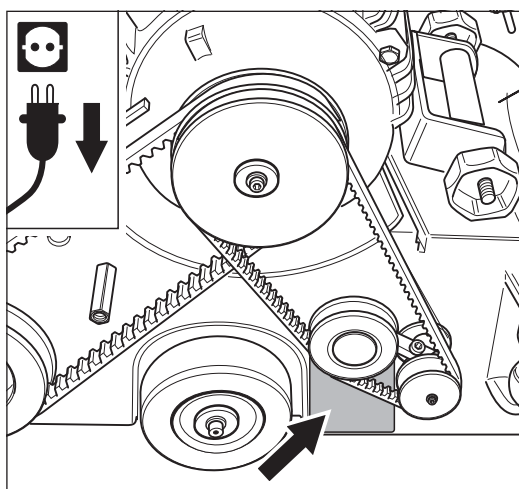
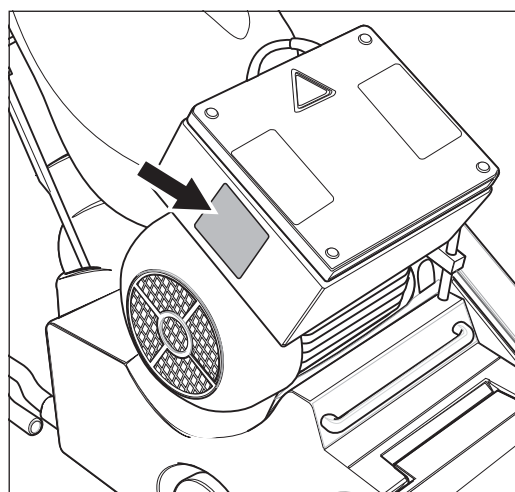
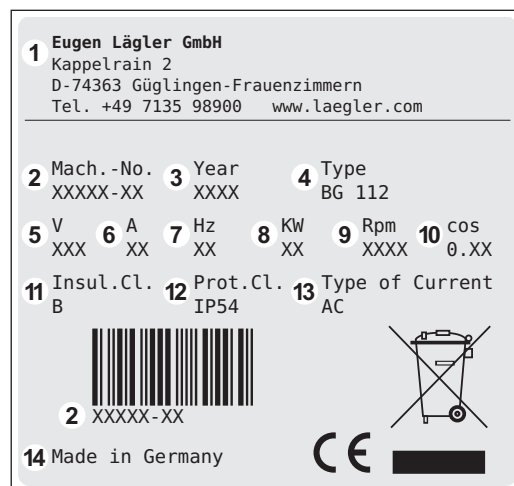

Abb. 3 Maschinen-Typenschild am Maschinengehäuse unterhalb des Keilriemenspanners.
Abb. 6 Motor-Typenschild am Schaltkasten.
Abb. 7 Angaben auf dem Motor-Typenschild (siehe Haupttext).
- 4 Das Maschinen-Typenschild befindet sich seitlich am Maschinengehäuse unterhalb des Keilriemenspanners (Abb. 3).
Das Motor-Typenschild der ELF befindet sich seitlich am Schaltkasten des Motors (Abb. 6). Darauf sind folgende technische Daten des Motors angegeben (Abb. 7):
Seriennummer	siehe Typenschild (Abb. 3, Abb. 6)
Baujahr	siehe Typenschild (Abb. 3, Abb. 6)